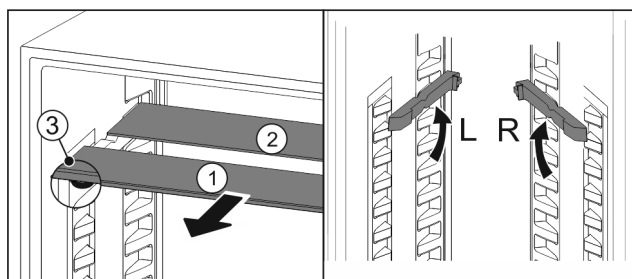

Fig. 45
- ▶ Vytiahnite sklené dosky jednotlivu dopredu Fig. 45 (1).
- ▷ Sklená doska Fig. 45 (1) s ozdobnou lištou leží vpredu.
- ▷ Zarážky Fig. 45 (3) ukazujú nadol.